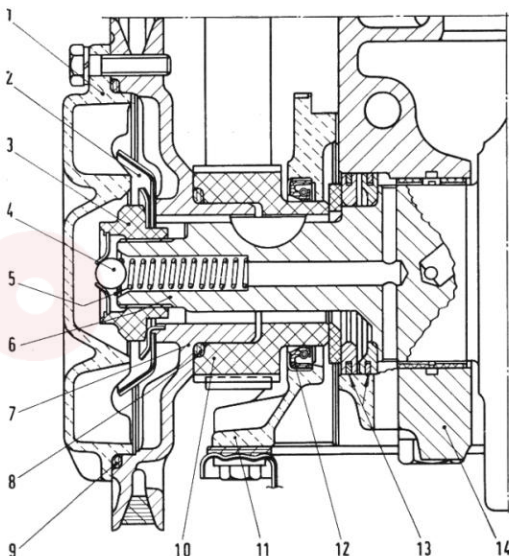

Abb. 35. - Teilansicht des Motorenlängsschnitts am Ölzentrifugalfilter.
Der Zentrifugalfilter besteht in der Hauptsache aus einem Deckel (1, Abb. 35), einer Scheibe (7), einer Umlenkscheibe (2) und einem Reglerventil, bestehend aus einer Kugel (4) und einer Feder (5).
Das von den Seiten des vorderen Stücks der Kurbelwelle kommende Öl (im vorderen Teil der Kurbelwelle sind Längsschlitze eingefräst) wird durch den Deflektor in die periferische Zone des Filters gebracht. Dann fließt es gereinigt zurück zum Zentrum, wo es durch Überwindung der Federkraft (5, Abb. 35) des Reglerventils durch die Hohlmutter (3) zur Befestigung der Nabe und des Deflektors an die Welle, ins Innere der Kurbelwelle und dann in die Ölwanne durch die Bohrungen im Deckel des Vorderlagers fließt.